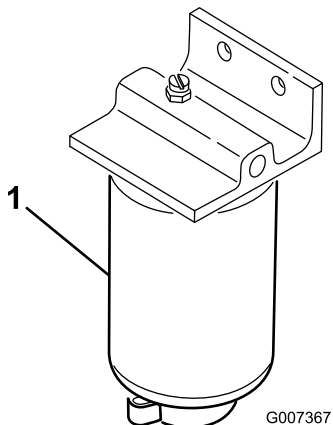

图38
1. 在燃油滤清器下面放置一个清洁容器 (图38)。
2. 清洁滤清器的安装区域 图38。